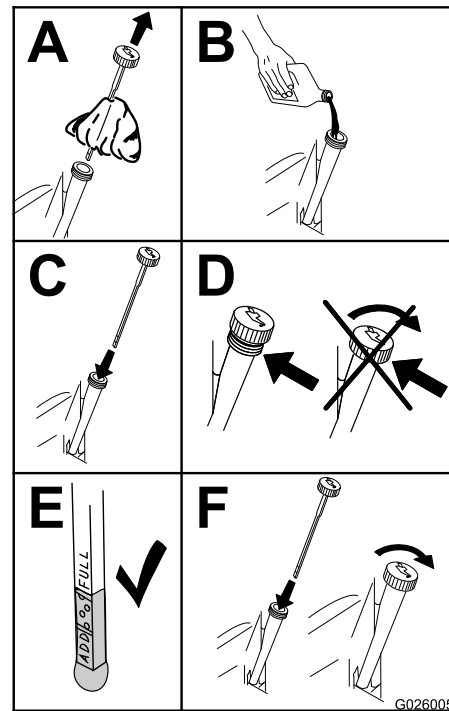

Figure 34
4. Versez lentement environ 80 % de l'huile spécifiée dans le tube de remplissage, puis faites l'appoint lentement pour faire monter le niveau jusqu'au repère maximum (**Full**) (Figure 34).